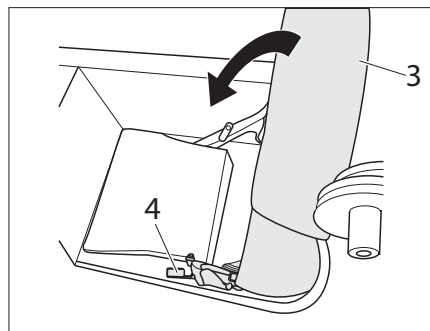

Fig. 213 Posizionare lo schienale nel vano di stivaggio
- Azionare la leva 2 (Fig. 213,4) e spostare lo schienale (Fig. 213,3) nel vano di stivaggio.